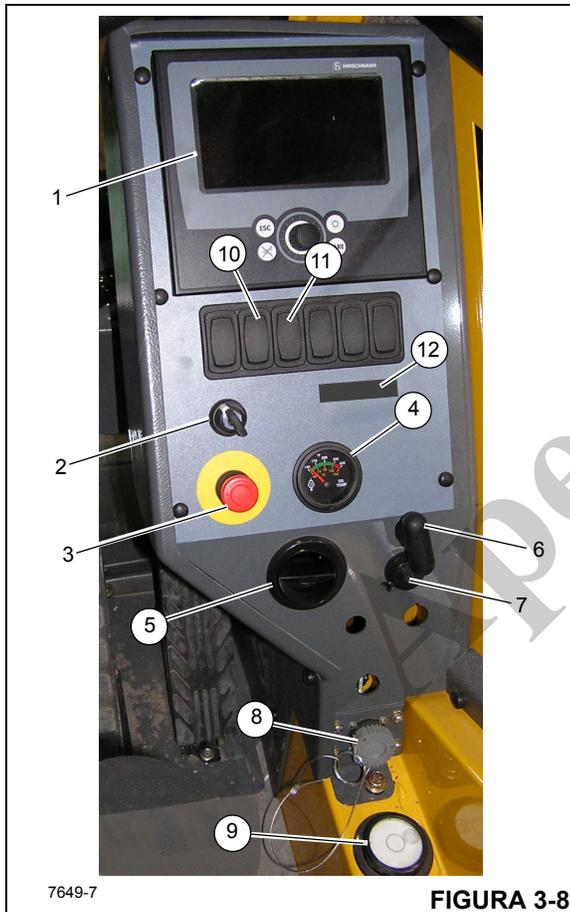

FIGURA 3-8
Números dos itens da Figura 3-8
O painel de controle dos sistemas do RCL (Limitador de capacidade nominal) e de Definição de área de trabalho (1) (Figura 3-8) localiza-se no lado direito da cabine. Ele contém os controles e indicadores do Sistema RCL e do Sistema de definição da área de trabalho do guindaste. Consulte o Manual do RCL para obter informações detalhadas.
A chave de contorno (cancelamento) do RCL (2) (Figura 3-8) é uma chave momentânea; gire a chave para a posição Ligada (direita) para desativar os controles do RCL. Liberar a chave permite que os controles do RCL são reativados.
A chave de parada de emergência do guindaste (3) (Figura 3-8) localiza-se no console da cabine do guindaste e é usada para desligar o motor do guindaste. Pressione o botão vermelho para desligar o motor, o que acende o indicador de parada de emergência na coluna de direção. Gire e puxe o botão para retomar a operação normal.
O indicador de temperatura do óleo da transmissão (Trans Temp) (4) (Figura 3-8) localiza-se no centro do console dianteiro direito. O indicador mostra a temperatura do óleo de transmissão em uma escala dupla calibrada de 60 a 160°C e 140 a 320°C. O indicador recebe sinal de uma unidade de transmissão da temperatura na linha de óleo do conversor de torque.
A Alavanca de controle de trava de giro do pino da plataforma rotativa (6) (Figura 3-8) localiza-se no painel de controle lateral. O objetivo da trava contra giro do pino é bloquear a superestrutura na posição diretamente sobre a dianteira para apanhar e transportar cargas.
A tomada de 12 V para acessórios (7) (Figura 3-8) está localizada na parte inferior do painel de controle e está projetada para aceitar a maioria dos conectores adaptadores para 12 V.
O conector de diagnóstico (8) (Figura 3-8) está localizado na parte inferior do painel de controle dianteiro. Ele é usado na manutenção do sistema elétrico do guindaste.
O indicador de nível de bolha (9) (Figura 3-8) localiza-se abaixo do painel de controle dianteiro. O indicador fornece ao operador um auxílio visual para determinar o nivelamento do guindaste.
O indicador de 3ª volta do cabo do guincho (10) (Figura 3-8) localiza-se no console direito. O indicador acende em vermelho quando restarem três ou menos voltas do cabo em qualquer guincho.
O indicador de clima frio opcional (11) (Figura 3-8) localiza-se no console direito. O indicador acende quando a temperatura estiver abaixo de -29°C (-20°F). Ele serve como aviso para que o operador interrompa a operação sob frio extremo.
O LED indicador/controlador de temperatura ambiente (12) (Figura 3-8) localiza-se no painel de controle direito e exibe constantemente a temperatura externa. Ele impede a operação do guindastes em temperaturas frias extremas (-20°F ou menos), alertando o operador pelo indicador de -29°C (-20°F) (11) e, ao mesmo tempo, travando as funções de elevação, inclusive elevação do guincho, abaixamento da lança e extensão do telescópio da lança.